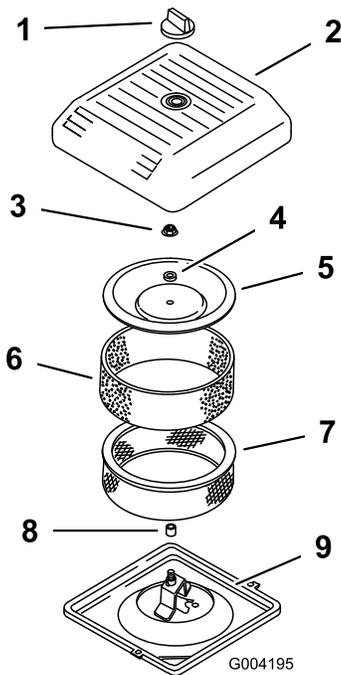

Figure 18
2. Dévissez le bouton et déposez le couvercle du filtre à air (Figure 18).
3. Glissez délicatement le préfiltre en mousse hors de l'élément en papier (Figure 18).
4. Dévissez l'écrou du couvercle et enlevez le couvercle, l'entretoise et l'élément en papier (Figure 18).
2. Posez l'ensemble filtre à air sur sa base (Figure 18).
3. Montez le couvercle, l'entretoise et fixez-le avec l'écrou (Figure 18). Serrez les écrous à 11 Nm.
4. Remettez le couvercle du filtre à air et fixez-le à l'aide du bouton (Figure 18).